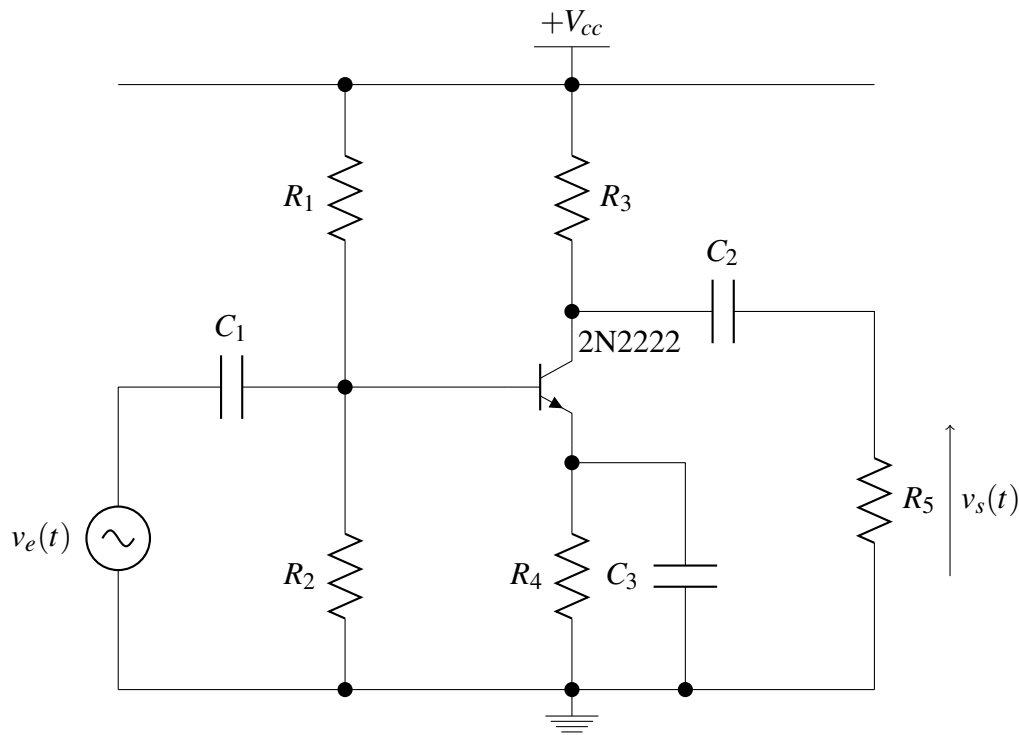

FIGURE 1 – Montage émetteur commun
Le schéma du montage que nous allons étudier dans ce TP est représenté à la FIGURE 1 ($R_4 = 1k\Omega$, $R_5 = 100k\Omega$, $C_1 = C_2 = 10\mu F$, $C_3 = 100\mu F$ et $\beta = 200$).
2. Rappeler l'impédance complexe Z_c d'un condensateur. Que vaut le module de cet impédance lorsque l'on se trouve en régime statique ($\omega = 0$) ? A partir du schéma de la FIGURE 1, donner le schéma à utiliser pour la polarisation de ce transistor.